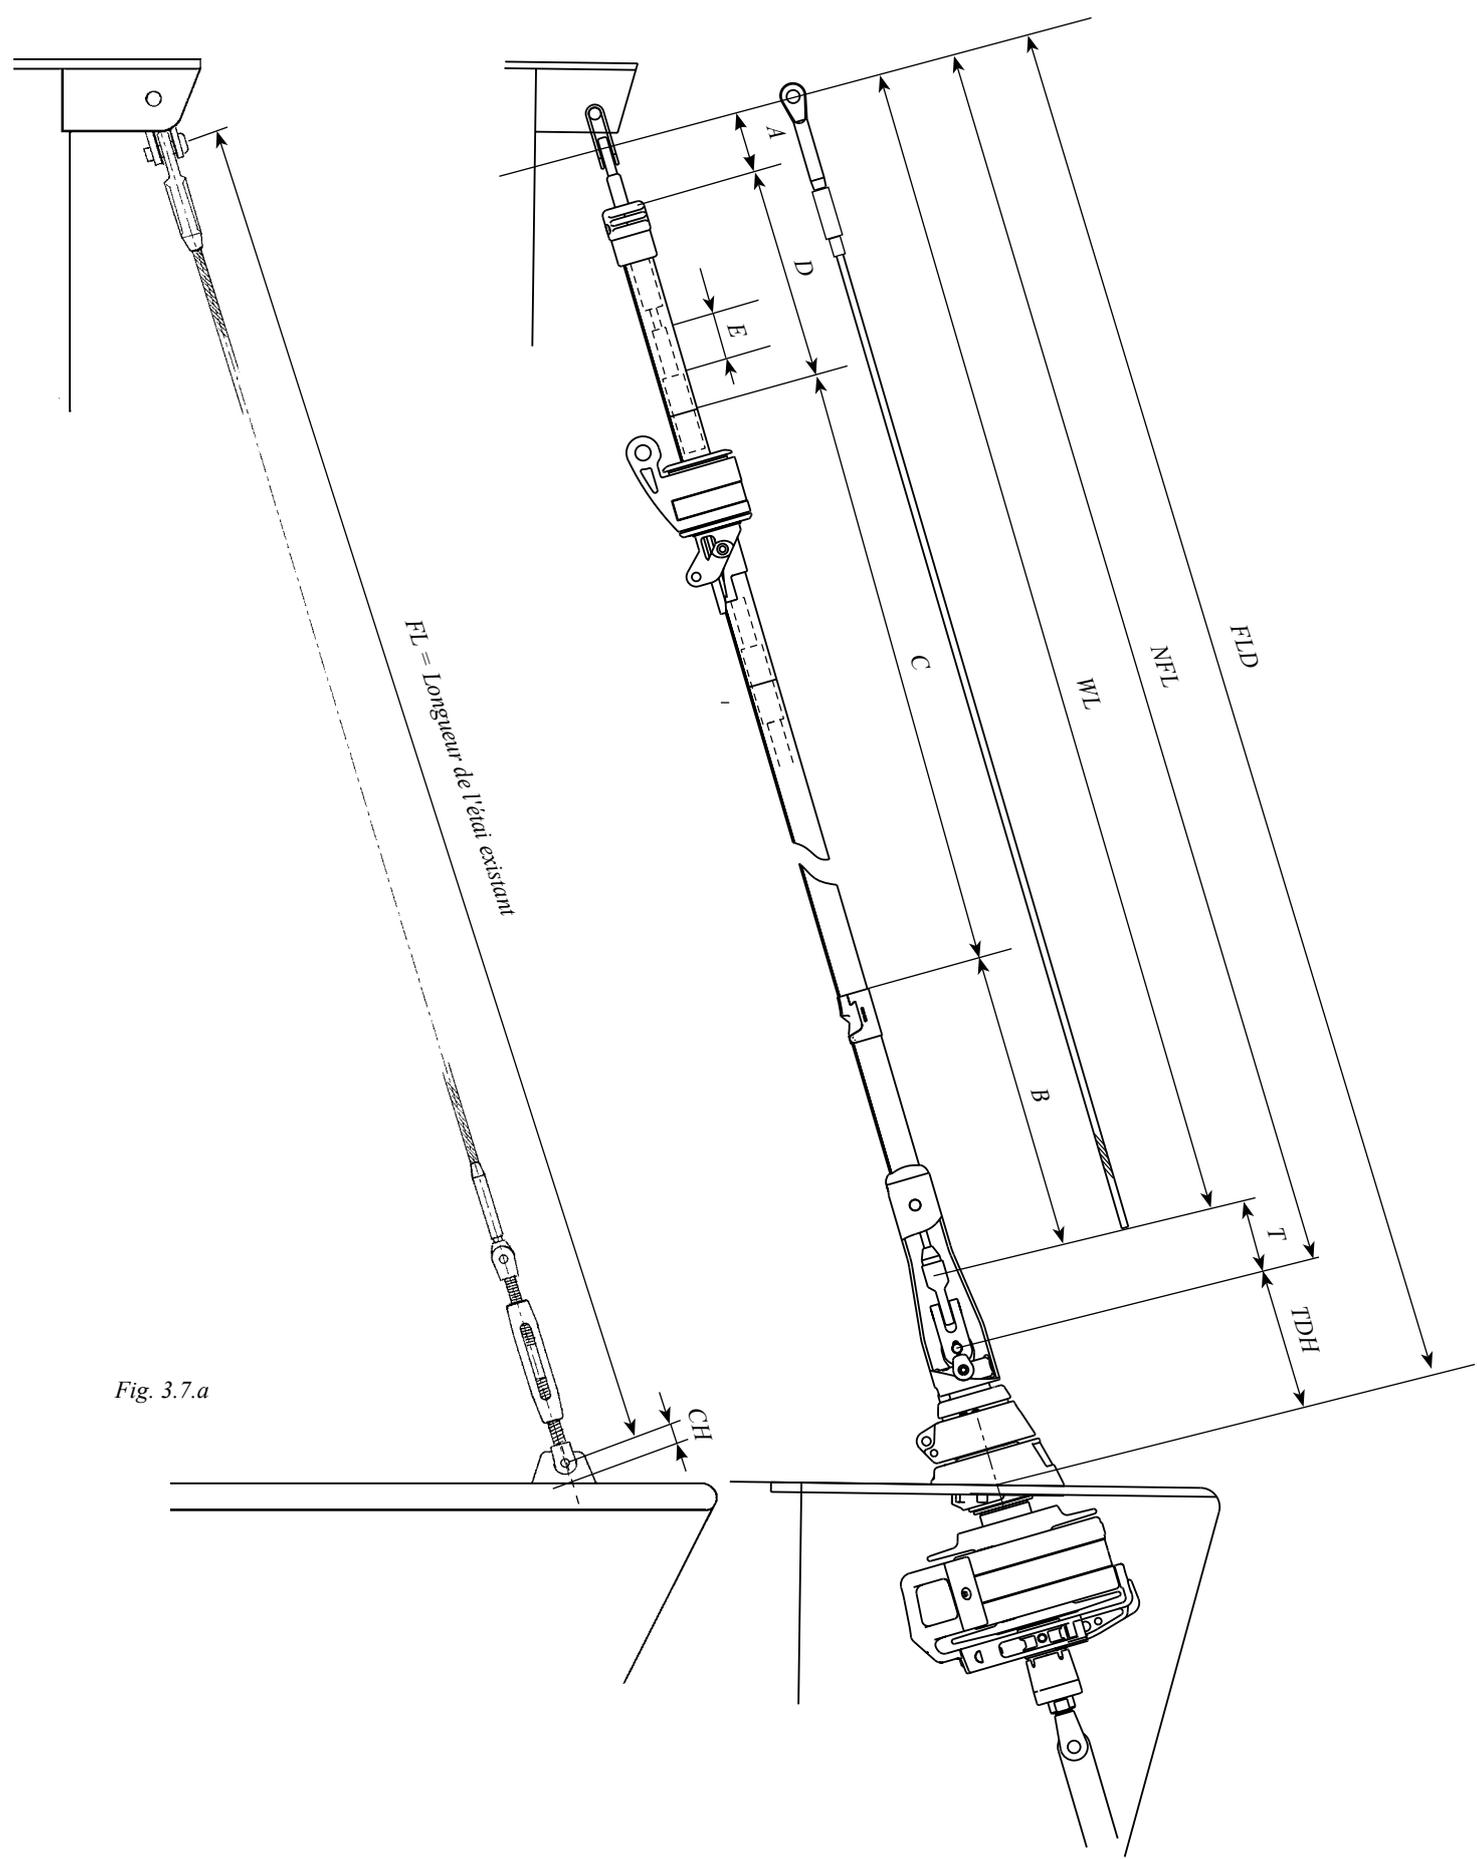

Fig. 3.7.a
<ol style="list-style-type: none"> 1. Déterminez l'angle de l'étau (FA). Utilisez un plan précis qui montre les détails de la zone du pont où l'enrouleur Furlex sera fixé, afin de pouvoir déterminer un angle d'étau précis (voir fig. 3.5.c). 2. Reproduisez cet angle sur un gabarit en carton. 3. Appuyez le gabarit contre la face intérieure du pont et avancez-le jusqu'à la limite représentant l'alignement depuis le trou de la ferrure d'étau dans la baille à mouillage. Marquez ce point d'intersection sur la face intérieure du pont et percez un trou $\varnothing 6,5$ mm (1/4") dans le pont à cet emplacement. <p data-bbox="252 922 359 954">Fig. 3.5.c</p> 	<ol style="list-style-type: none"> 1. Réalisez un gabarit représentant l'angle de l'étau (FA) au-dessus du pont (voir fig. 3.5.c). 2. À l'aide de ce gabarit, marquez l'angle CSA entre la ferrure d'étau dans la baille à mouillage et le point d'intersection de la ferrure de pont. 3. Si ces angles sont égaux, la ferrure d'étau est correctement positionnée. Si ces angles ne sont pas égaux, il faut utiliser l'angle d'étau FA également sous le pont pour déterminer le point d'intersection. Appuyez le gabarit contre la face intérieure du pont et avancez-le jusqu'à la limite représentant l'alignement depuis le trou de la ferrure d'étau dans la baille à mouillage. Marquez avec précision le point d'intersection dans l'axe longitudinal. 4. Enlevez l'étau. Il est recommandé d'appliquer la procédure suivante : commencez par mollir le pataras. Tirez la tête de mât en avant à l'aide de la drisse de génois. Assurez la drisse sur une solide ferrure de pont avec une manille ou un nœud. Pour des raisons de sécurité, n'utilisez pas le mousqueton de drisse. REMARQUE : Si l'étau doit être utilisé pour déterminer la longueur d'étau FLD (voir fig. 3.7.a), il ne faut pas modifier le réglage du ridoir. 5. Mesurez la hauteur CH (voir fig. 3.7.a) sur la ferrure d'étau et saisissez cette valeur dans le tableau 3.6.1. 6. Enlevez la ferrure d'étau du pont. 7. Marquez le point d'intersection sur la face intérieure du pont en traçant une ligne au long de l'axe longitudinal du bateau et en utilisant le marquage précédent comme indiqué en étape 3. 8. Percez un trou $\varnothing 6,5$ mm au point d'intersection.
- 5 Mesurez la longueur de l'étai (FL) avec juste ce qu'il faut de tension pour le maintenir rectiligne.
- 7 Calculez la nouvelle longueur d'étai WL dans le Tableau 1. Voir la procédure dans la colonne "exemple" et en fig. 3.7.a.